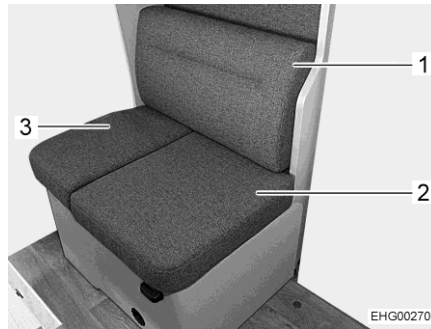

Fig. 10 Quitar los cojines
- Quitar el cojín del respaldo (Fig. 10,1) del banco longitudinal.
- Quitar el cojín del asiento grande y el pequeño (Fig. 10,2 y 3) del banco longitudinal.